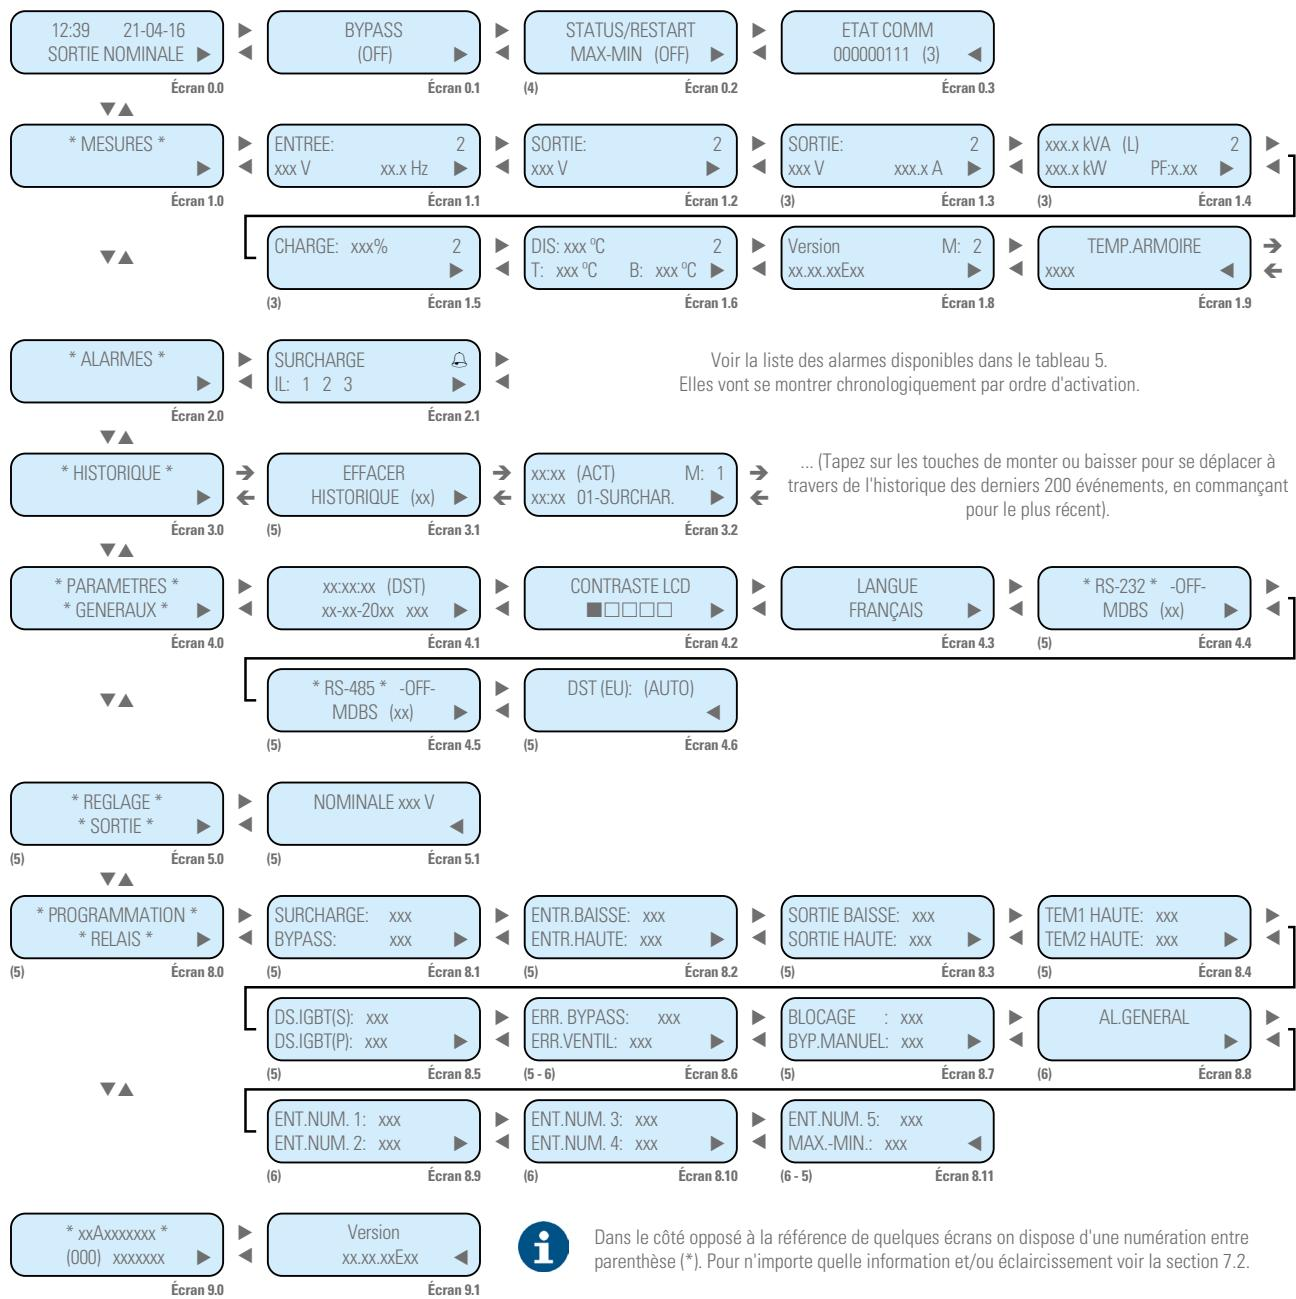

Fig. 20. Carte d'écrans du panneau de contrôle (PC).
- Dans la Fig. 20 on montre la carte d'écrans exploité : ceux-là de niveau utilisateur basique et avancé.
- (3) Optionnel de mesures concernant l'incorporation du transformateur ou transformateurs de courant.
- (4) Optionnel de Maximale-Minimale tension.
- (5) Des écrans cachés par code (niveau de sécurité avancé). Cela évite que personnel non autorisé puisse altérer n'importe quel réglage ou programmation. Pour quelque modification contactez avec notre **S.S.T.**
- (6) Caché par code et pendant de mettre en application.
Dans la Fig. 20 on ne représente qu'une alarme comme exemple, mais dans la pratique on peut visualiser plusieurs, celles qui soient actives et ordonnées par ordre d'apparition. Dans le tableau 9 on peut voir toutes les alarmes possibles sur l'écran LCD.